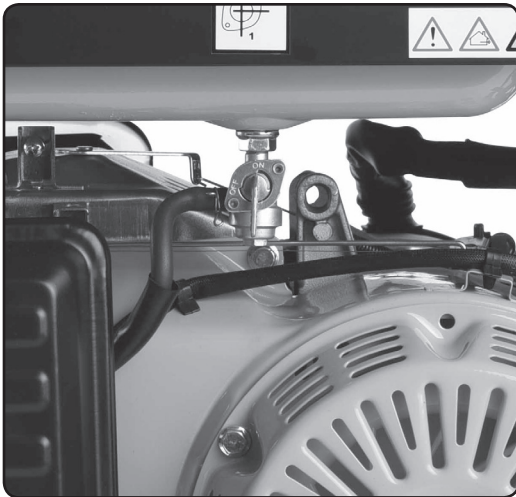

Abb. 15
**8. Drehen Sie den Kraftstoffhahn auf „ON“ (siehe auch Piktogramm am Stromerzeugerrahmen), siehe Abb.15.**